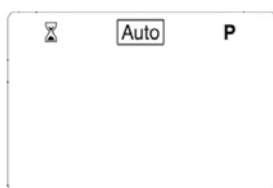

Fig. 12
- 1) appuyer sur la touche (▶) jusqu'à ce que le symbole Auto du fonctionnement automatique soit entouré comme sur la Fig. 12;